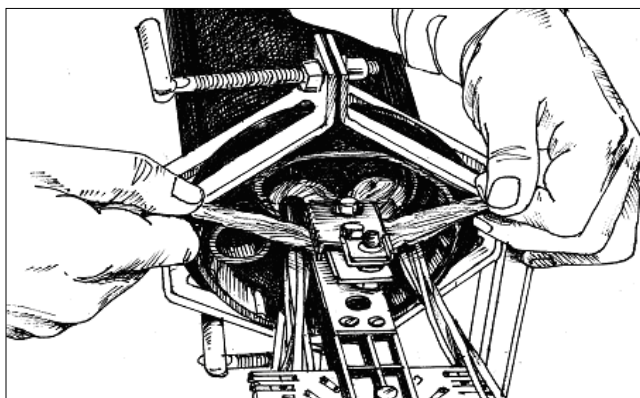

Рис. 3.11. Заведение нитей между винтами кронштейна
3.5.8. Если защитные покровы в кабеле выполнены из синтетических нитей, то их заводят между винтами кронштейна навстречу друг другу (Рис. 3.11.), сильно